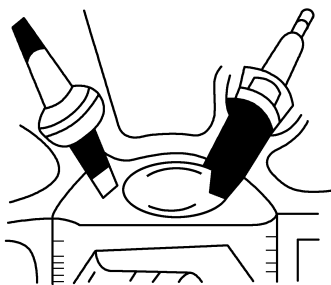

图 1-12 双火花塞结构
(1) 定义 智能双火花塞顺序点火技术，简称 I-DSI (Intelligent Dual Sequential Ignition)，即将 1 个气缸采用 1 个火花塞控制点火的方式改为在 1 个气缸上安装 2 个火花塞，并分别设在进气侧和排气侧，如图 1-12 所示。
(2) I-DSI 系统的主要功能 ECU 根据发动机转速及进气歧管压力来控制进排气侧火花塞的点火相位。